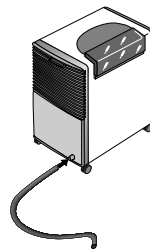

Abb.. 3
4. An der Gerätetür befindet sich eine Öffnung zum Durchführen des Schlauches (Abb. 3). Bevor Sie den Schlauch durch diese Öffnung führen, müssen Sie deren Zentralteil entfernen. Achten Sie darauf, daß der Schlauch eben ausgelegt wird, da das Wasser ansonsten nicht aus dem Tank abfließen kann.